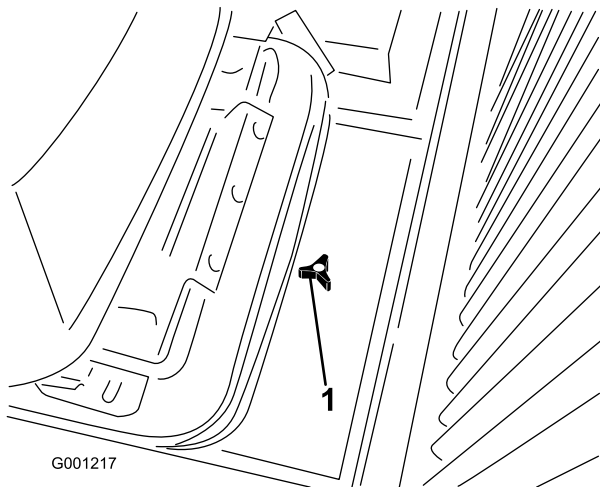

Bild 31
1. Lösen Sie das Handrad und nehmen Sie den Zugangsdeckel hinten an der Sitzbefestigungsplatte ab (Bild 31).